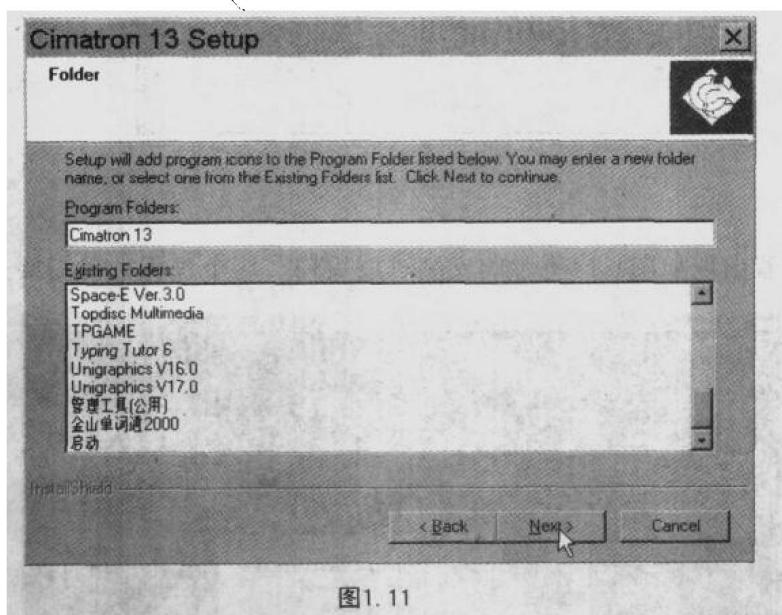

图1.11
- (11) 接下去出现如图1.11所示的画面，接受默认的程序文件夹名称，单击Next继续。